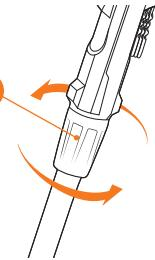

Рис. 9
- Ослабьте фиксатор телескопической штанги ⑤, вращением в сторону символа открытого замка (Рис. 9).
- Затяните фиксатор ⑤, поворотом в сторону символа замка (Рис. 9).